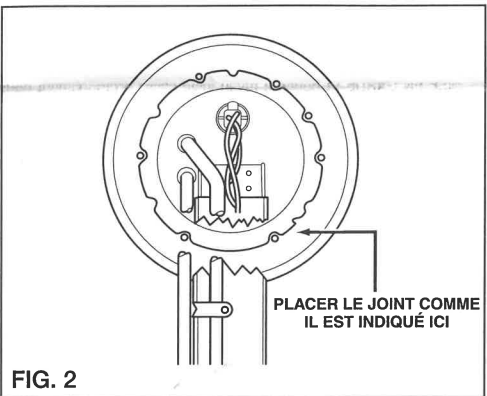

FIG. 2
- P) Déposer le vieux joint d'étanchéité du réservoir et y installer le nouveau joint d'étanchéité dans le support de la pompe (voir la figure 2).